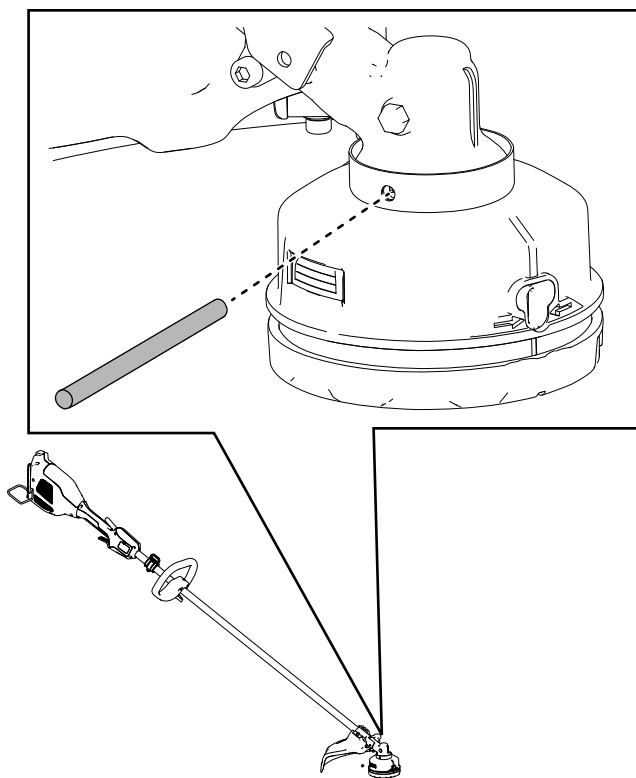

Figura 15
2. Alinee el orificio de la copa con el orificio de la caja de engranajes de la desbrozadora (**Figura 15**).
3. Inserte la varilla metálica incluida a través de la copa y por el orificio de la caja de engranajes de la desbrozadora para fijar el cabezal de la desbrozadora (**Figura 15**).